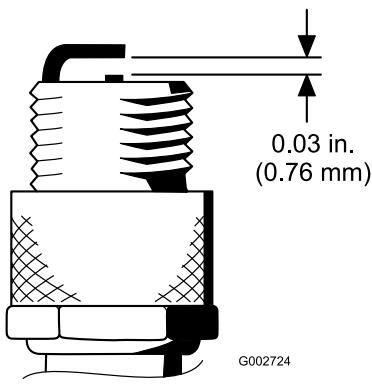

Figura 43
4. Ajuste a folga existente entre a zona central e lateral do elétrodo para 0,76 mm (Figura 43).